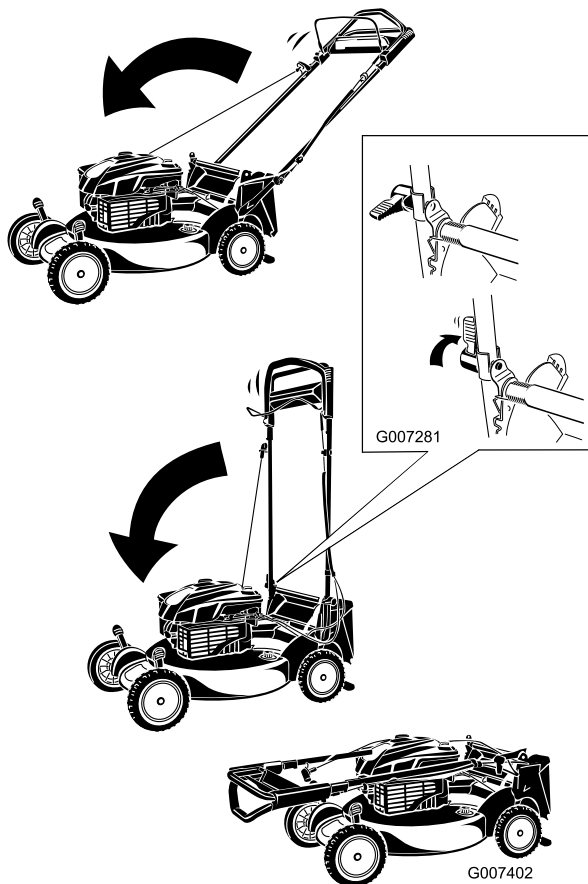

Bild 45
1. Drehen Sie den Griff nach vorne (Bild 45).